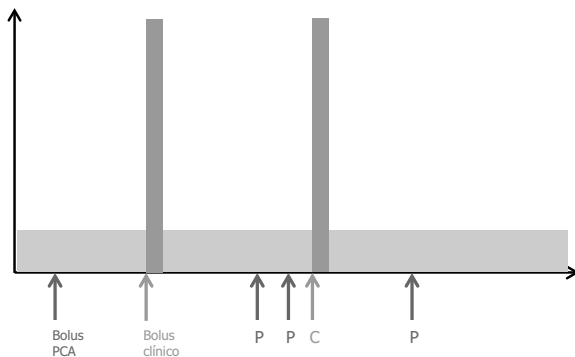

Figura 4.2: Modo Infusão de taxa contínua
- Taxa contínua, consulte a Figura 4.2, página 25